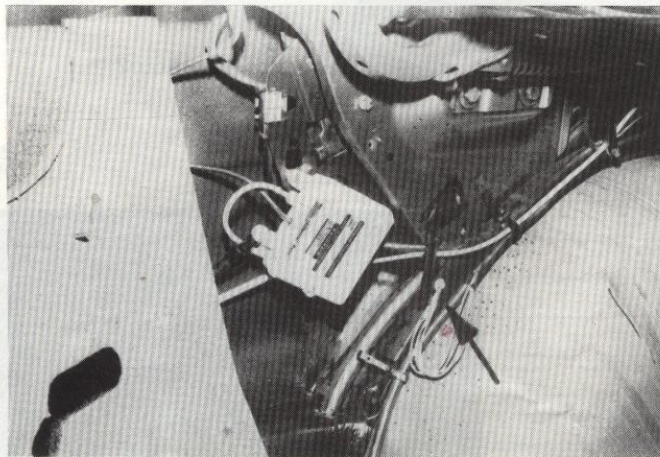

Abb. 5
- Die kurze Minusleitung an serienmäßige Massestelle beim Radlauf hinten links befestigen (Abb. 5).